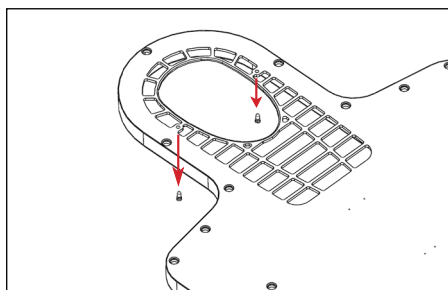

Fig. 1
1. Fjern pinnene fra det nåværende stedet ved å skru dem løs mot klokken (Fig. 1).